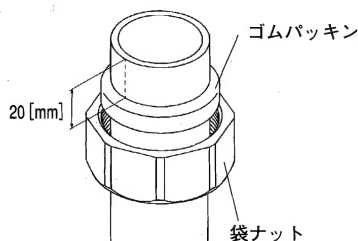

図12
- 3) 排水トラップに装着している袋ナットを緩め、排水トラップに差込まれた排水管を抜取り、ゴムパッキン、袋ナットを取り外してください。（図12）
- 4) 下部排水管の切断面のバリを取り除き、取り外した袋ナット、ゴムパッキンを20 [mm]程度挿入してください。（図12）